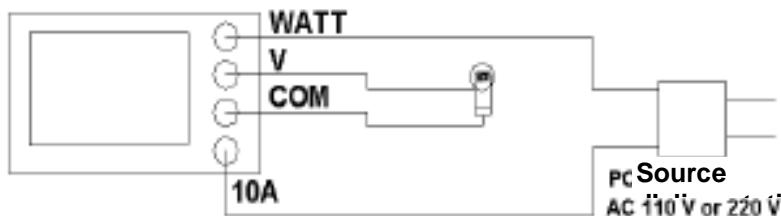

Fig. 2
Connectez les câbles de test aux bornes comme indiqué sur la figure 2.
- 6) * Connectez la "CHARGE" aux bornes 3 - 17, 3 - 18 (voir fig. 2).
3 - 19 (voir Fig. 2).
Prise d'entrée "V" (3 - 17, fig. 2) et prise d'entrée "COM" (3-18, fig. 2)
Connexion de la sortie du courant du transformateur à la prise d'entrée "10 A" (3 - 19, fig. 2) et à la prise d'entrée "COM" (3 - 18, fig. 2).
Prise d'entrée "V" (3 - 17, fig. 2) et prise d'entrée "COM" (3 - 18, fig. 2)
Connexion de la pince d'alimentation (1 AC mV par 1 ACA), aux prises "Clamp-On Current Input" (3 - 20, fig. 2).